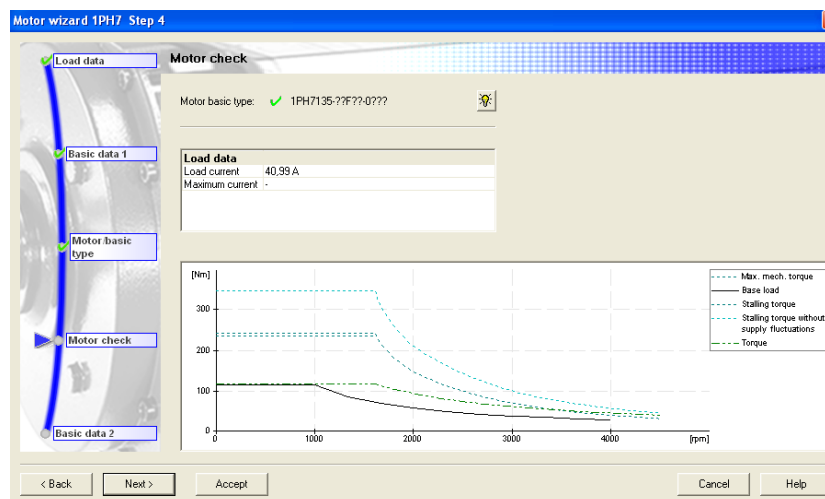

Figura 3.2.84 “Motor check”
Paso 4 *Motor check* (figura 3.2.84): en este paso la ventana muestra como se puede observar en la parte superior de la imagen figura 3.2.84 la correcta elección del motor, en este caso con el icono .